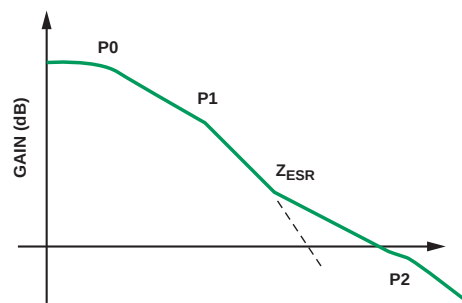

図4. LDOの周波数振幅応答
- ドミナント・ポール（図4のP0）は、エラー・アンプによって設定され、内部補償容量 C_{COMP} によって、アンプの gm とともに制御され、調整されます。このポールは、上述のすべてのLDOトポロジに共通です。
図4に示すように、各ポールにより、最大90°の位相シフトまで20dB/ディケードのロールオフがゲインに生じます。ここで説明するLDOには複数のポールがあるため、ユニティ・ゲイン周波数で位相シフトが -180° に近づく、リニア・レギュレータが不安定になります。図4では、レギュレータにコンデンサと負荷を接続した場合の影響もわかります。コンデンサの「有効直列抵抗」(ESR)により、伝達関数にゼロ（ Z_{ESR} ）が追加されます。このゼロによってポールの1つが補償され、ループがユニティ・ゲイン周波数を下回る位置で発生し、その周波数で位相シフトを -180° よりかなり下に維持していれば、ループの安定化が可能です。